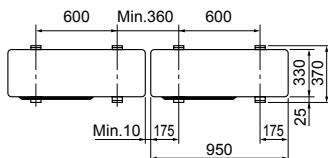

Fig. 3-1
- Обязательно устанавливайте прибор на твердой ровной поверхности для предотвращения его дребужения во время эксплуатации. (Fig. 3-1)